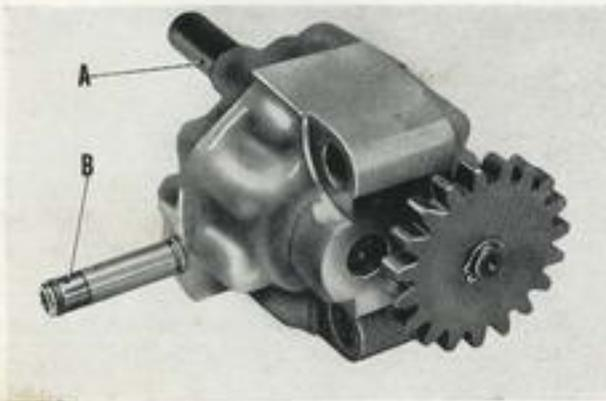

Fig. 32
- 3) Retirer les deux vis de fixation de la pompe sur le carter, puis déposer celle-ci en la dégageant verticalement (fig. 32).